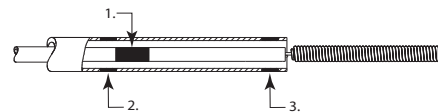

Abbildung 2
8. Schieben Sie den ablösbaren Axiom™ Prime Coil weiter vor, bis die Markierung zur Coilausrichtung des Implantat-Pushers genau distal der proximalen Markierung des Mikrokatheters liegt (siehe Abbildung 2).